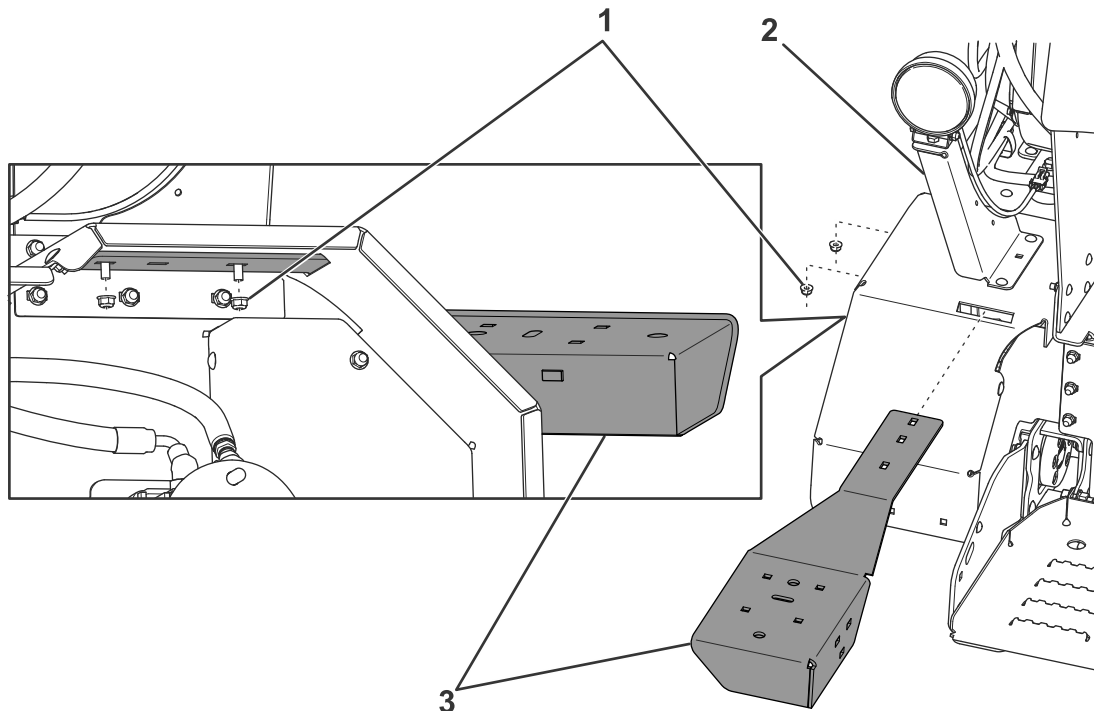

Figure 2
4. Retirez les écrous qui fixent le support de feu arrière à la (Figure 2).
5. Insérez le support de bac gauche dans la fente sur l'aile et fixez-le à la machine avec les fixations du support de feu arrière (Figure 2).